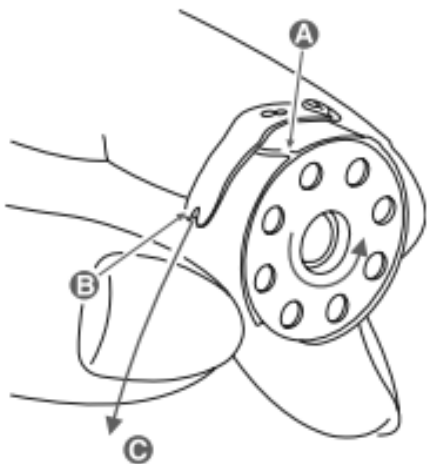

Рис. 8
1. Пропустите нитку через отверстие для нити А и вытяните ее в направлении В (рис.8).